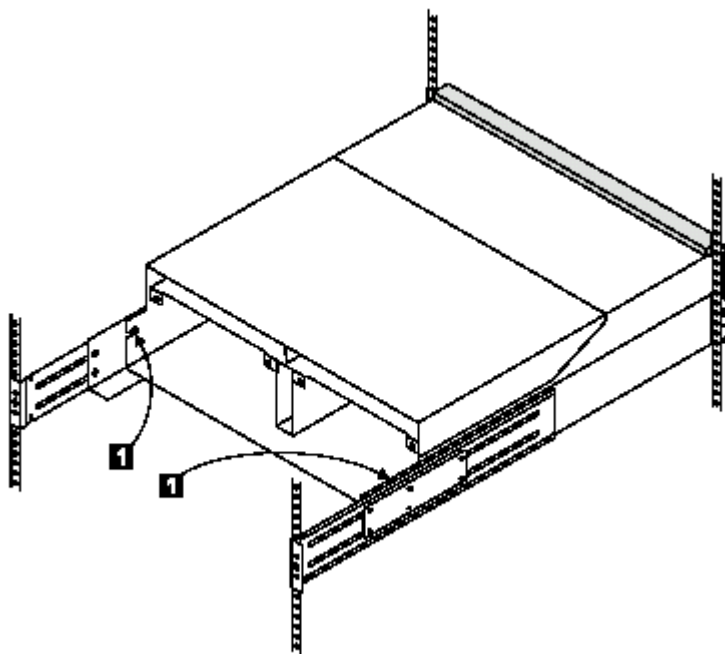

图 2-8 安装后端安装螺钉
3. 安装两个前端螺钉①并拧紧；
4. 请参考图 2-8 做下面的操作；